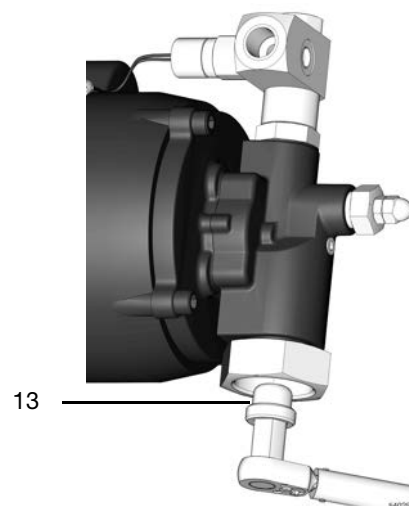

FIG. 9
7. Retirez le filtre d'aspiration (13) à l'aide d'une clé Allen de 19 mm de l'entrée de la pompe (FIG. 9).
1. Placez le filtre d'aspiration (13) dans l'ensemble d'entrée de la pompe (12), en utilisant une clé Allen de 19 mm (Serrez au couple de 40,7 N•m)(FIG. 9).